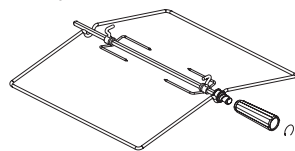

рис. 11
■ Электрошкаф может комплектоваться вертелом со съемной рукояткой (рис.11).